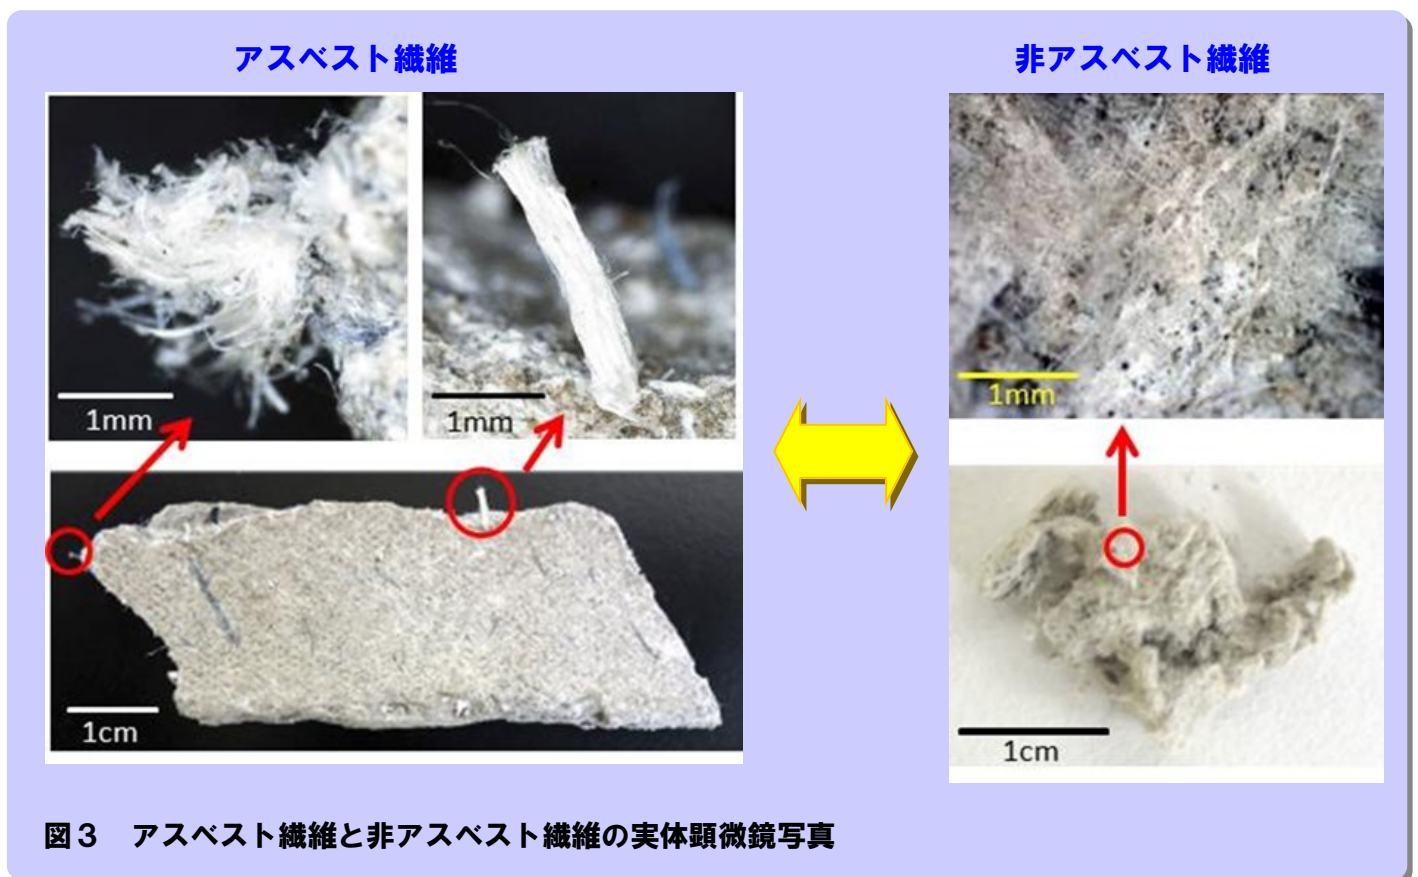

図3 アスベスト繊維と非アスベスト繊維の実体顕微鏡写真
アスベストを工業的な用途で使用する場合、意図的に混合していたため、多くの繊維が存在します。このような場合、図3の写真（左）のように、その繊維の「形」を実体顕微鏡で見ることができます。
アスベストはハンマーなどで砕こうとしても図3の写真（左）の繊維状の形態を維持するため粒子同士が複雑に絡み合います。そのため、アスベスト含有建材を粉末にすることは困難です。一方、アスベスト非含有の建材には、①セメント（コンクリート）を主成分とするもの、②石こうを主成分とするもの、③ロックウール（岩綿）を主成分とするものなどがあります。これらは図3の写真（右）のように繊維であっても、単純に押しつぶすだけでも繊維状の形態を維持できない場合や、そもそも繊維状でなく粒子が絡み合わないことがあり、容易に粉末にすることができます。